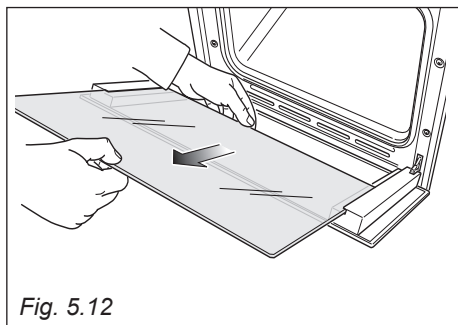

Fig. 5.12
- Sfilare delicatamente il vetro interno (fig. 5.12) e pulirlo con prodotti idonei. Asciugarlo sempre accuratamente.